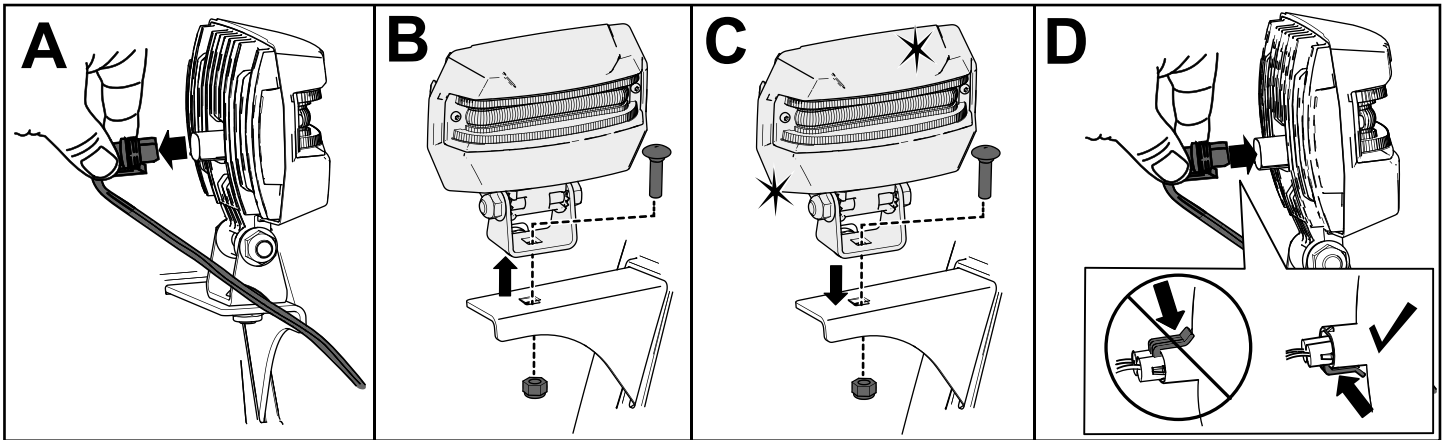

Bild 40
1. Entfernen Sie das Scheinwerferkabel von der Rückseite des Scheinwerfers (A in Bild 40).
2. Entfernen Sie die Schraube und Mutter, mit denen der Scheinwerfer an der Scheinwerferhalterung befestigt ist, und nehmen Sie dann den alten Scheinwerfer ab (B in Bild 40).
3. Befestigen Sie den neuen Scheinwerfer mit der vorher entfernten Mutter und Schraube an der Scheinwerferhalterung (C in Bild 40).
4. Stecken Sie das Scheinwerferkabel gerade in die Rückseite des Scheinwerfers ein, bis es fest sitzt (D in Bild 40).